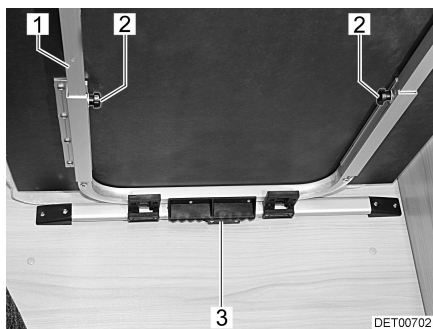

Fig. 25 Décaler/agrandir la table suspendue
- Soulever le plateau de table par l'avant, jusqu'à ce que le cran (Fig. 25,3) sur la baguette de support soit libéré.
- Desserrer les vis moletées (Fig. 25,2).
- Soulever légèrement le plateau de table à l'avant et le tirer jusqu'à la butée. La rallonge de table (Fig. 25,1) est complètement sortie.
- Soulever légèrement le plateau de table à l'avant et le repousser jusqu'à la butée. La rallonge de table (Fig. 25,1) est complètement rentrée.